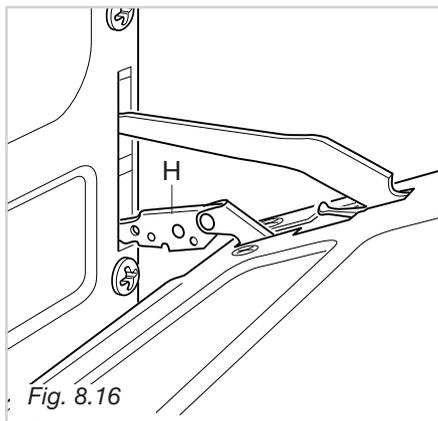

Fig. 8.16
- Impugnare la porta con le mani vicino alle cerniere e sollevare con gli indici le leve "H" (fig. 8.16).